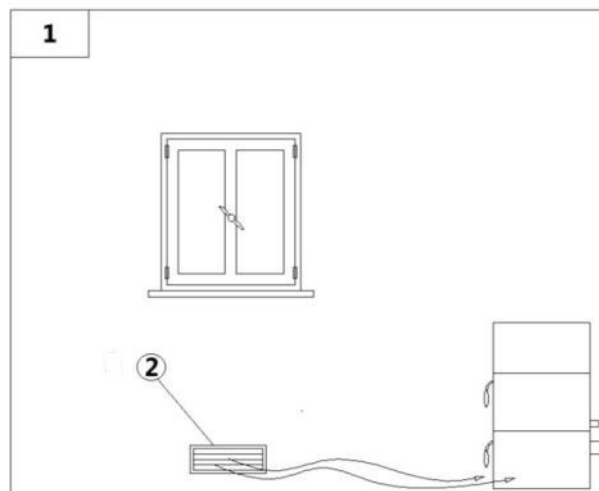

Fig. 11 - Afluencia del aire directa
LEYENDA Fig. 11
- La afluencia del aire entre el ambiente externo y la sala puede suceder por vía directa por medio de una brecha en la pared externa del edificio (véase **Fig. 11**).